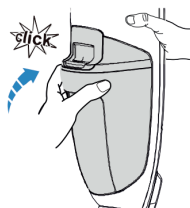

Fig. 6
- Para reinstalar el depósito, coloque la parte inferior del depósito en la unidad y presione el depósito hasta que haga clic. La instalación está completa (Fig. 6).